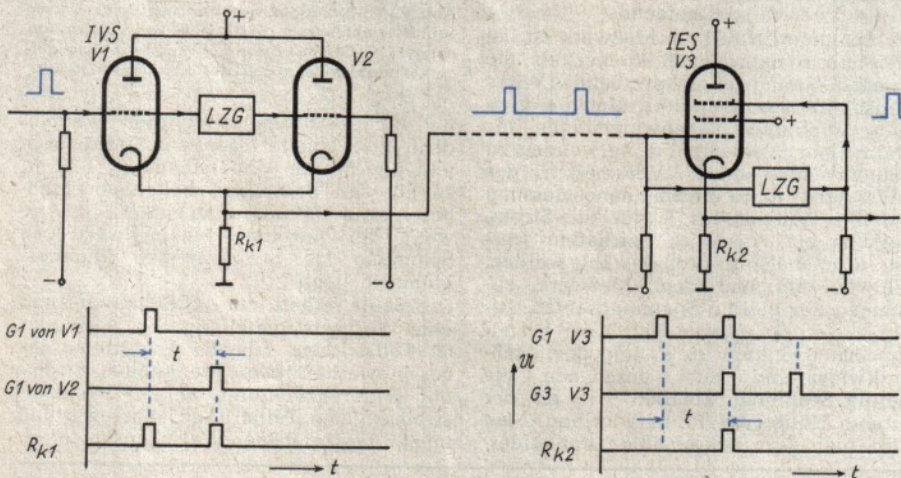

Abb. 1. Schaltung eines Impulsverschleißers IVS (coder) und eines Impulsentschleißers IES (decoder) mit Impuls-Laufzeitdiagrammen
In Abb. 1 ist nun eine Schaltungsmöglichkeit für einen Impulsverschleißer IVS (coder) und einen Impulsentschleißer IES (decoder) mit den zugehörigen Impulslaufzeitdiagrammen gezeigt (4). Die Röhren V1 und V2 des IVS sind durch negative Gittervorspannungen gesperrt. Ein an das Gitter von V1 angelegter positiver Impuls erzeugt einen Anodenstromstoß und dadurch einen Spannungsimpuls am Katodenwiderstand  $R_{k1}$ . Das Gitter von V2 wird über ein Laufzeitglied LZG (Magnetrostrikations- oder Ultraschalleitung) mit der Verzögerungsdauer  $t$  ( $\mu$ s) später erregt, so daß am gemeinsamen Katodenwiderstand ein zweiter Impuls mit fest definiertem Abstand auftritt.